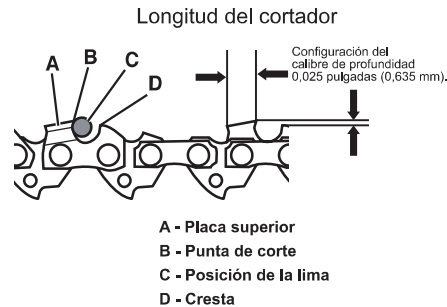

Fig. 16
Compre una cadena nueva, lleve la cadena para que la afile un profesional en un centro de servicio certificado o afílela usted mismo con un kit de afilado apropiado. La diferencia en altura entre la punta de corte y la cresta es la configuración del calibre de profundidad (Fig. 16).
- La configuración del calibre de profundidad se reduce también con cada afilado. Cada 5 afilados, use una herramienta de medición del calibre de profundidad verificar la altura de la punta de corte y de la cresta (Fig. 16). Cuando sea necesario, use una lima plana para limar la cresta y alcanzar una configuración del calibre de profundidad de 0,025 pulgadas (0,635 mm). Las herramientas de medición del calibre de profundidad están disponibles en la mayoría de los distribuidores de motosierras.